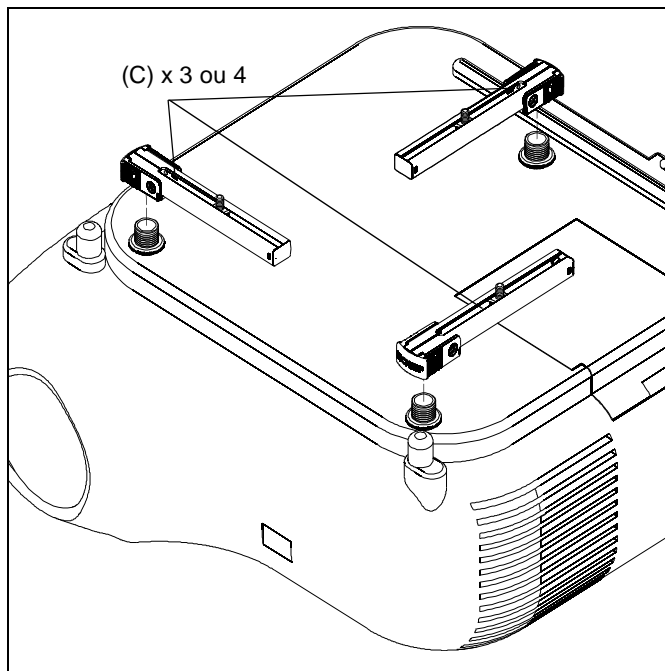

Figure 4
- Placez les pieds du SSBU/SSMU (C) sur les adaptateurs à vis et les écrous de réglage de la hauteur. (Voir la Figure 4)